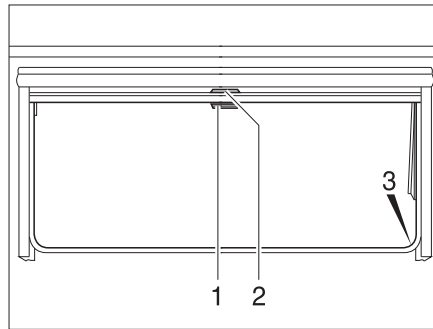

Fig. 38 Ventana abatible
- Tirar del asidero (Fig. 38,2) de la persiana oscurecedora enrollable hacia abajo. Cuando la persiana oscurecedora enrollable se cierre por completo, encajarla en el bloqueo (Fig. 38,3) a ambos lados del marco de la ventana.
- Cuando la persiana oscurecedora enrollable está completamente cerrada: Presionar el tirador (Fig. 38,2) hacia abajo y tirarlo ligeramente hacia dentro. Desenganchar la persiana oscurecedora enrollable de los bloqueos a izquierda y derecha del marco de la ventana.
- Cuando la persiana oscurecedora enrollable se encuentre en una posición intermedia: Tirar ligeramente del asidero (Fig. 38,2) hacia abajo, hasta que se hay soltado el bloqueo.
- Tirar hacia abajo de la mosquitera enrollable (Fig. 38,1) y engancharla en el bloqueo (Fig. 38,3) a ambos lados del marco de la ventana.
- Presionar el tirador (Fig. 38,1) hacia abajo y tirarlo ligeramente hacia dentro. Desenganchar la mosquitera enrollable de los bloqueos a izquierda y derecha del marco de la ventana.